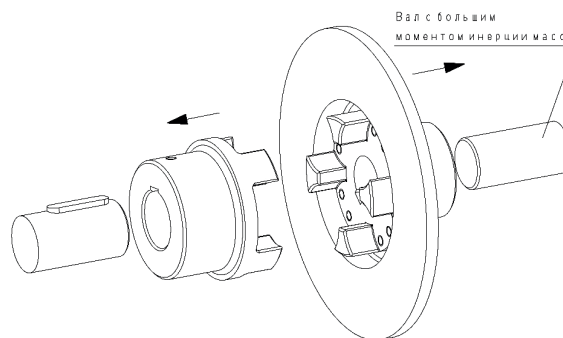

Рис. 8 Монтаж ступицы и FN-ступицы с тормозным барабаном / диском
- Установите ступицу и FN-ступицу с тормозным барабаном / диском на вал ведущей и ведомой стороны. FN-ступица устанавливается на вал той стороны, где действует больший момент инерции масс (см. рис. 8).